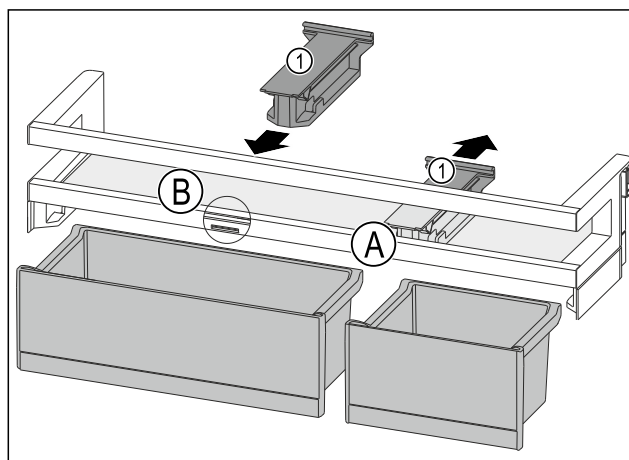

Fig. 122
- Pociągnąć element trzymający Fig. 122 (1) w pozycji Fig. 122 (A) do tyłu.
- Włożyć element trzymający Fig. 122 (1) w pozycji Fig. 122 (B).